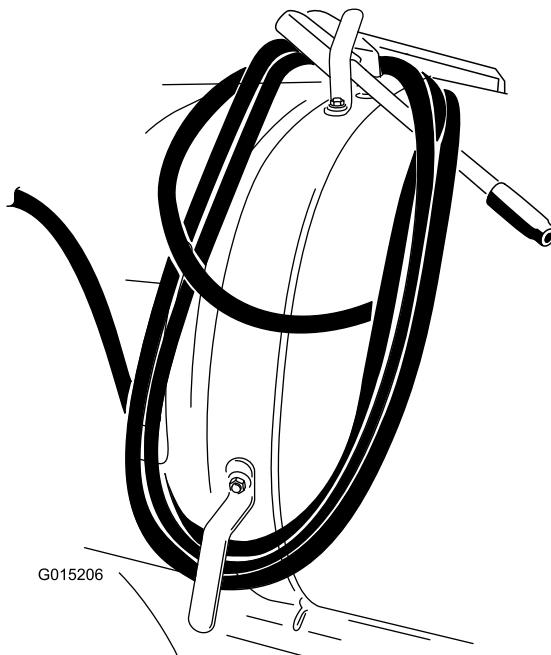

Figura 14
4. Enrolle la manguera en los ganchos del depósito y sujetela la pistola según se muestra en Figura 14.